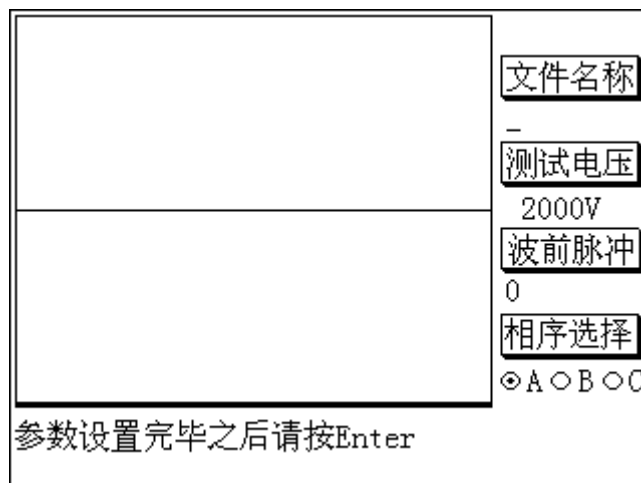

图 4
- (d) 屏幕键三用以对当前文件的采样参数进行修改，按下屏幕键三如（图 4）所示